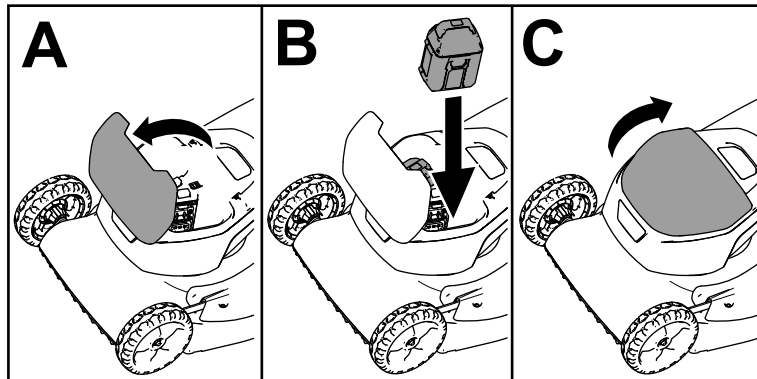

Figure 15
3. Soulevez le couvercle du compartiment de la batterie (A de la Figure 15).
4. Placez le creux des batteries en face des languettes sur la machine, et glissez les batteries dans le compartiment jusqu'à ce qu'elles s'enclenchent en position (B de Figure 15).
5. Refermez le couvercle du compartiment de la batterie (C de la Figure 15).